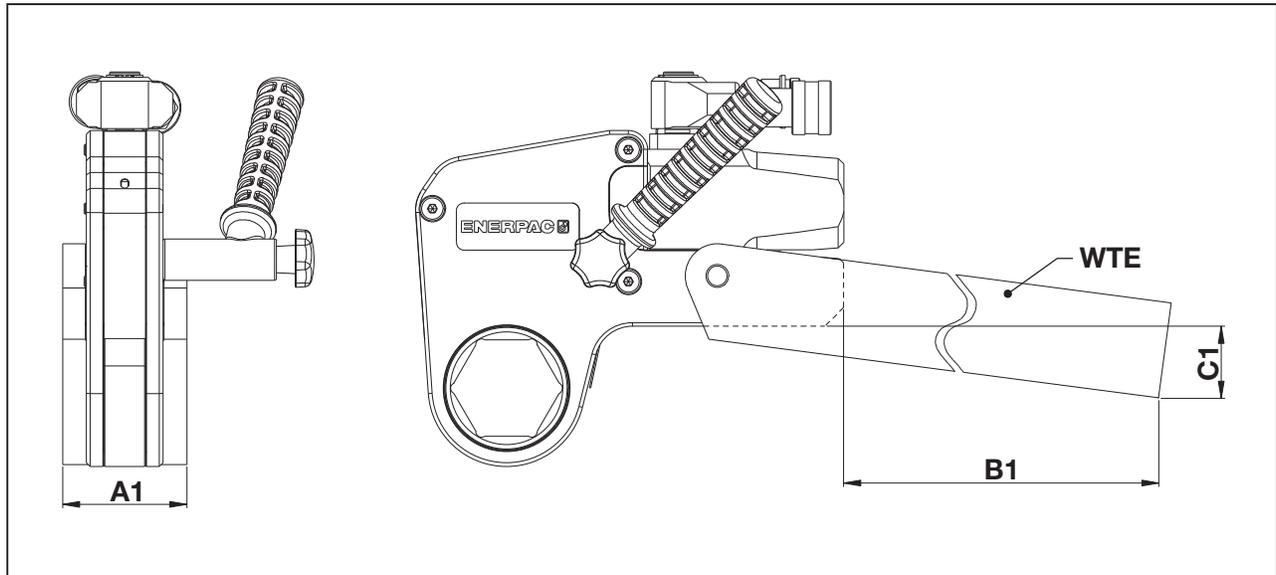

Fig. 23
6.1.1 Dimensions de la rallonge de bras de réaction de la série WTE (fig. 23)